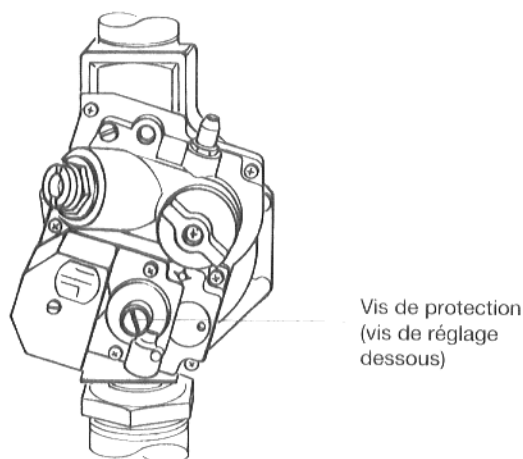

Fig. 36
- Retirer la vis de protection (fig. 36).